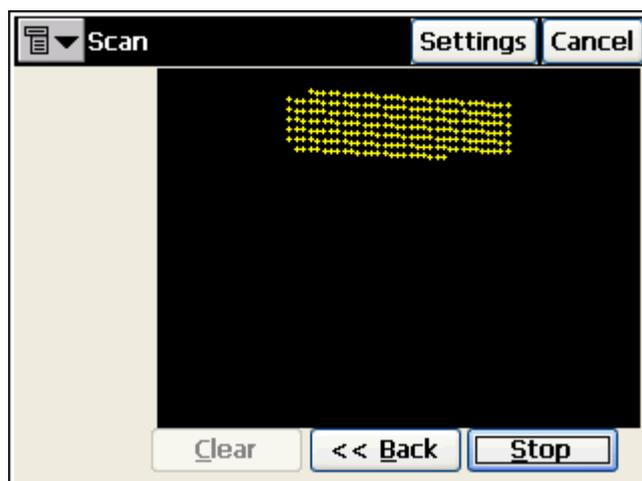

Рисунок 6-55. Сканирование без фотографии
4. Вы можете следить за процессом сканирования. По мере того, как тахеометр будет измерять точки в заранее заданной области, каждая из них будет выводиться на экран (рис. 6-55).